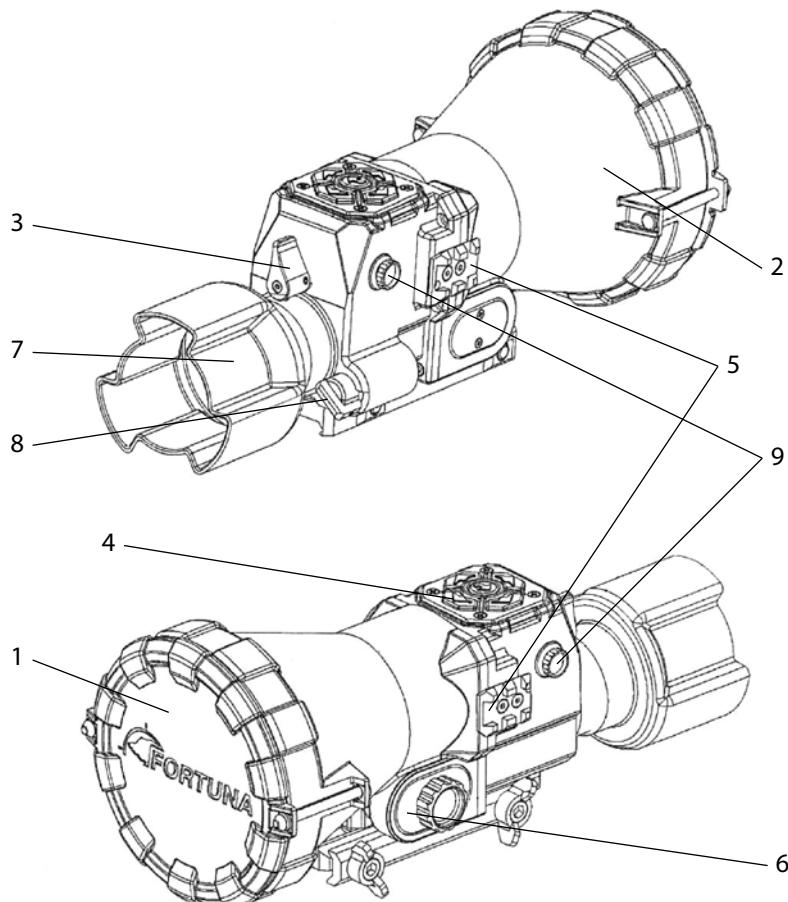
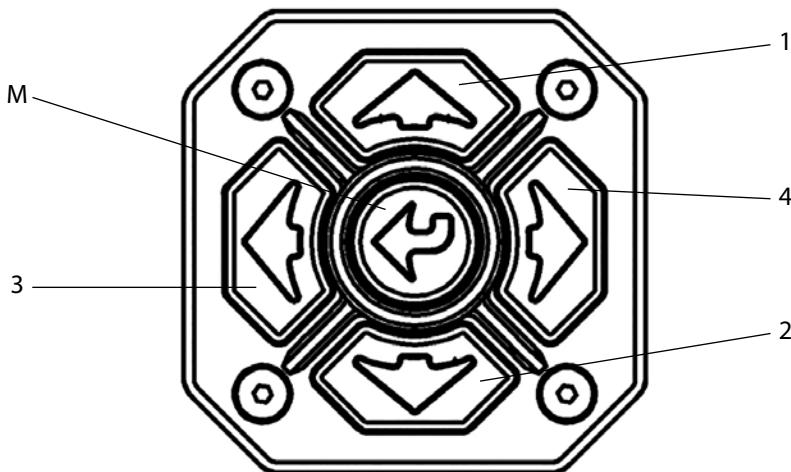

Рис. 1 Внешний вид насадки Fortuna NEXT
Рис. 2 Панель кнопок управления
На рис. 1 и рис. 2 показаны внешний вид, основные узлы и органы управления насадки. Светосильный германиевый объектив (2) в корпусе фокусирует тепловое излучение от объекта на чувствительной площадке детектора – неохлаждаемой болометрической матрице. В нерабочем состоянии объектив закрывается защитной крышкой (1). Фокусировка объектива осуществляется движением ручки (3) вправо или влево. Сверху корпуса насадки размещена панель (4) с кнопками управления режимами работы.
При включении насадки отображается логотип компании и после загрузки появляется тепловизионная картинка окружающей местности. Настройки и управление меню осуществляется блоком клавиатуры (рис.2).